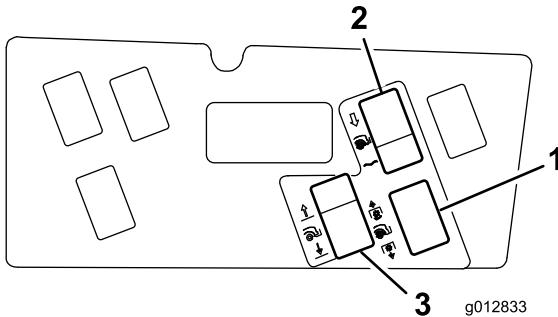

Bild 29
10. Säubern Sie die Oberfläche des Armaturenbretts und bringen das Schild um die entstandenen Löcher herum an (Bild 29). | 2. Positionen der Drückplatten
10. Säubern Sie die Oberfläche des Armaturenbretts und bringen das Schild um die entstandenen Löcher herum an (Bild 29).
11. Setzen Sie die Schalter in die entsprechenden Einbauöffnungen ein (Bild 29).